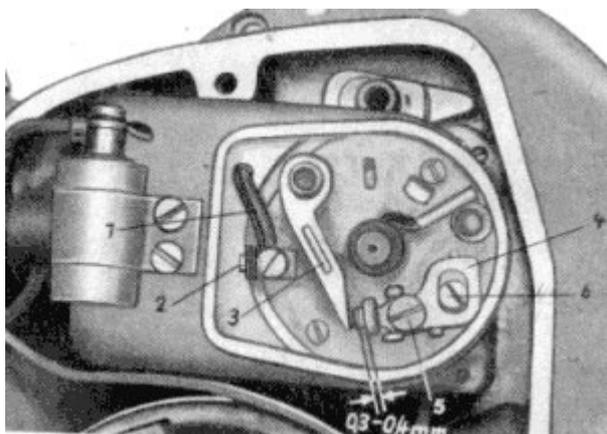

Bild 48. Magnetzündler
Um ein einwandfreies Arbeiten des Magnetzündlers zu gewährleisten, ist der Zustand des Unterbrechers (Bild 48) von Wichtigkeit. Alle 2000 km ist nach Abheben des Unterbrecherdeckels der Abstand zwischen den Kontakten des Unterbrechers zu prüfen. Er soll, wenn das Anlaufklötzchen des Unterbrecherhebels (3) auf dem höchsten Punkt des Nockens steht, 0,4 mm betragen. Dazu benutzt man die im Werkzeug enthaltene Einstelllehre. Muß der Kontaktabstand nachgestellt werden, so löst man die Klemmschraube (5) des festen Unterbrecherkontaktes (4) und stellt durch Verdrehen des Exzenters (6) den Abstand 0,4 mm wieder her. Dann ist die Klemmschraube (5) wieder fest anzuziehen. Abgenutzte Kontakte glättet man am besten mittels eines Ölsteins. Dazu müssen die Kontakte ausgebaut werden. Zum Ausbau des Unterbrecherhebels (3) ist lediglich das Primärkabel (1) abzuklemmen und die Befestigungsschraube (2) für die Unterbrecherfeder zu lösen, wonach man den Unterbrecherhebel von dem Unterbrecherbolzen abheben kann. Beim Einbau ist darauf zu achten, daß die Unterbrecherfeder durch die beiden Isolierscheiben gegen Masse isoliert wird. Der feststehende Unterbrecherkontakt (4) läßt sich nach dem Herausschrauben der Klemmschraube (5) ebenfalls leicht herausnehmen.